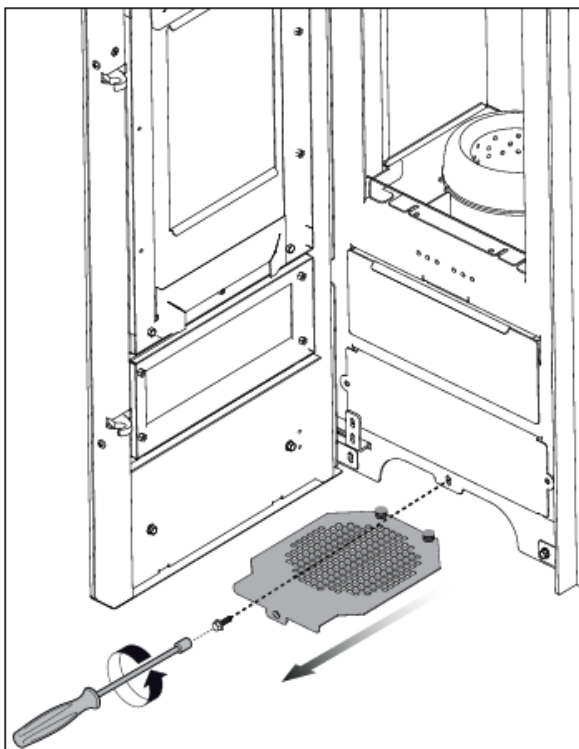

Fig.17 Démontage de la grille du ventilateur d'air ambiant
- Nettoyer le ventilateur pour l'air ambiant, une fois par an, en éliminant la poussière. Pour se faire, déposer la grille, les toiles d'araignées, etc.(Fig.17)